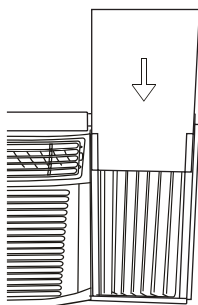

Figure 22
Étape 3. Glissez le panneau isolant R1 dans le rideau latéral, le côté avec le motif doit être orienté vers l'intérieur (Figure 22).